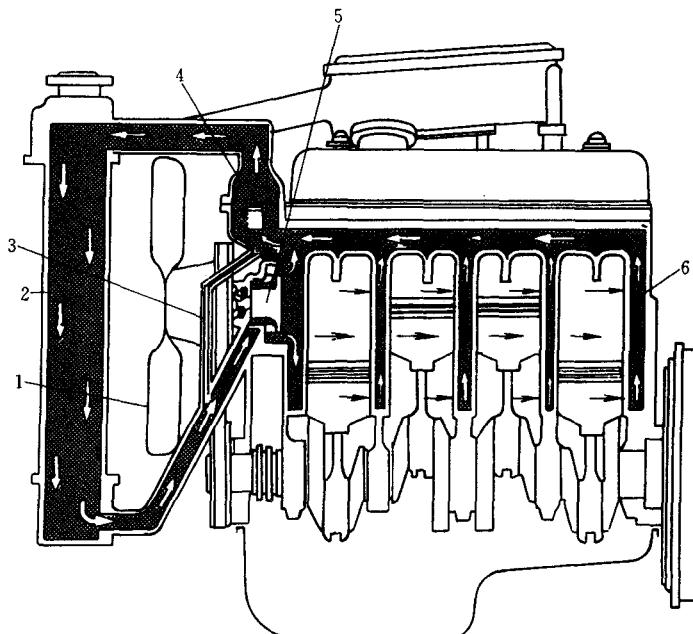

图 1·1-9 冷却系
4. 冷却系 (图 1·1-9) 冷却系由散热器、风扇、水泵、水套、节温器等组成，并附有导风圈和百叶窗等辅助装置。它是将发动机多余的热量分散到大气中去，以保持发动机在适当的温度范围内工作的系统。